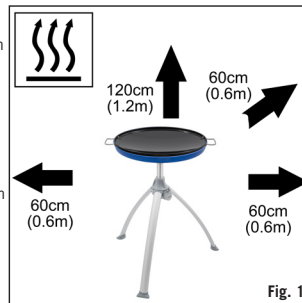

Fig. 1
- Täck inte över eller modifiera lufthålen i Brännarpannans (F) Basplatta, eftersom detta påverkar luftflödet till Skaftets Lufthål inuti Trefotens Centralstycke (J). Detta påverkar i sin tur produktens funktion och kan resultera i ostabil låga. Se till att apparaten används på säkert avstånd från antändliga material. Minimumavstånd för säkerhet är:
- Ovanför apparaten 1,2 m. Bakåt och åt sidorna 600mm. (Se Fig. 1)